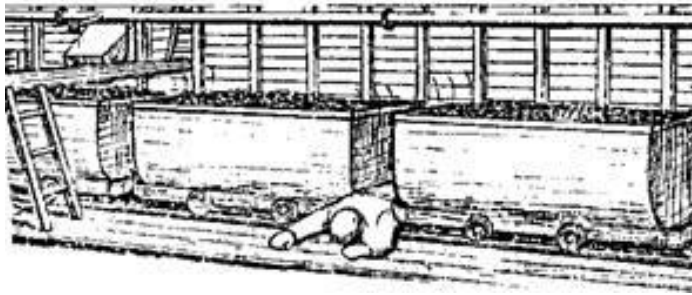

Рисунок 9
25. На погрузочном пункте горнорабочий решил перейти на друзую сторону штрека между вагонетками состава. В этот момент состав дернуло, горнорабочий потерял равновесие и упал (рис.9).